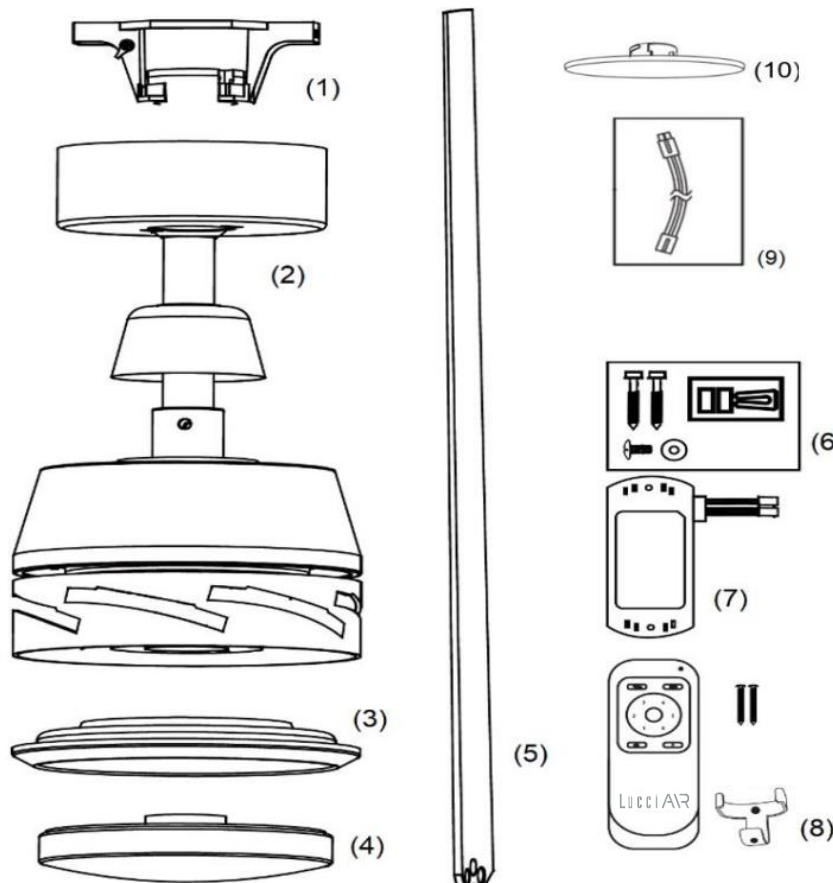

Fig. 1
- Compruebe que tiene todas las piezas que aparecen en la siguiente lista y en la Fig. 1: